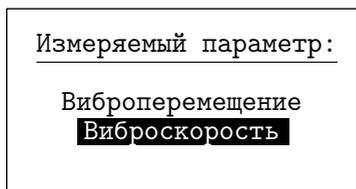

Рис. 3.13
3.4.4. **"Измеряемый параметр"** - выбор параметра, по которому будет вычисляться спектр: виброскорость или виброускорение (Рис. 3.13).